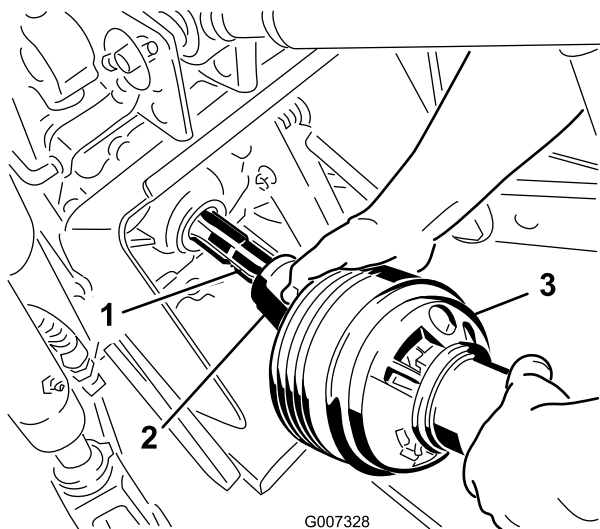

Figura 18
3. Collegate l'albero della presa di forza all'albero della presa di forza dell'unità motrice (Figura 18).